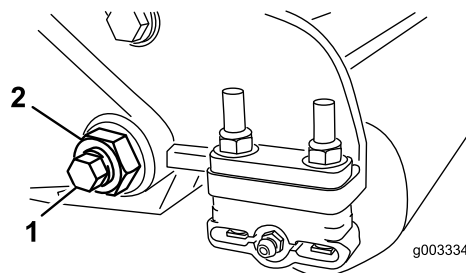
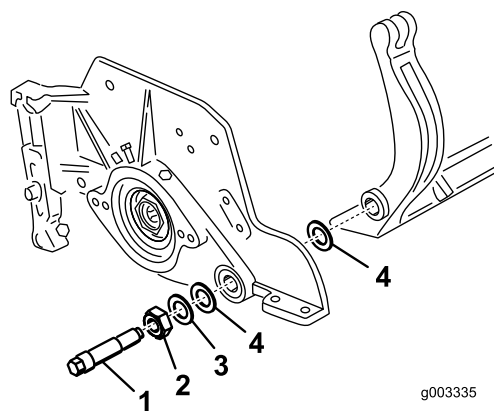

Figura 29
Figura 30
3. Su ciascun lato della macchina, allentate il dado di bloccaggio che fissa il bullone della barra di appoggio (Figura 29).
4. Togliete ciascun bullone della barra di appoggio consentendo alla barra di appoggio di essere tirata verso il basso e rimossa dal bullone della macchina (Figura 29). Considerate 2 rondelle in nylon e 1 rondella in acciaio stampato su ciascun lato della barra di appoggio (Figura 30).
2. Fissate la barra di appoggio su ciascuna piastra laterale mediante gli appositi bulloni (dadi sui bulloni) e 6 rondelle. Una rondella in nylon deve essere posizionata su ciascun lato della flangia di estremità della piastra laterale. Posizionate una rondella in acciaio all'esterno delle rondelle in nylon esterne (Figura 30). Serrate i bulloni della barra di appoggio a 27-36 Nm.
9. Fissate la barra di appoggio su ciascuna piastra laterale mediante gli appositi bulloni (dadi sui bulloni) e 6 rondelle. Una rondella in nylon deve essere posizionata su ciascun lato della flangia di estremità della piastra laterale. Posizionate una rondella in acciaio all'esterno di ciascuna rondella in nylon (Figura 32). Serrate i bulloni della barra di appoggio a 37-45 Nm. Serrate i dadi di bloccaggio finché la rondella in acciaio esterna non cesserà di ruotare e il gioco di estremità verrà eliminato, ma non serrate eccessivamente o non deviate le piastre laterali. Le rondelle all'interno possono avere un gioco (Figura 30).